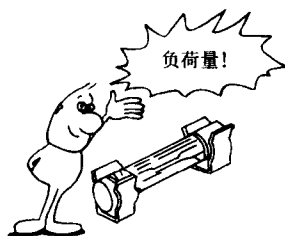

图 1-3 熔丝的安装
(10) 安装新熔丝（保险丝）前，先检查该部位熔丝的负荷量是否正确，尤其是经常烧断的地方要仔细检查。然后装上合适电流值的熔丝，如图 1-3 所示。